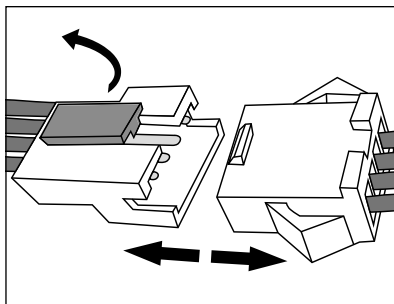

Rys. 16
- 1) Odkręć obie śruby osłony kieszeni akumulatora 29 (patrz rys. 16) na spodzie urządzenia za pomocą wkrętka krzyżowego i wyjmij je z urządzenia. Zdejmij osłonę kieszeni akumulatora 29 z urządzenia.